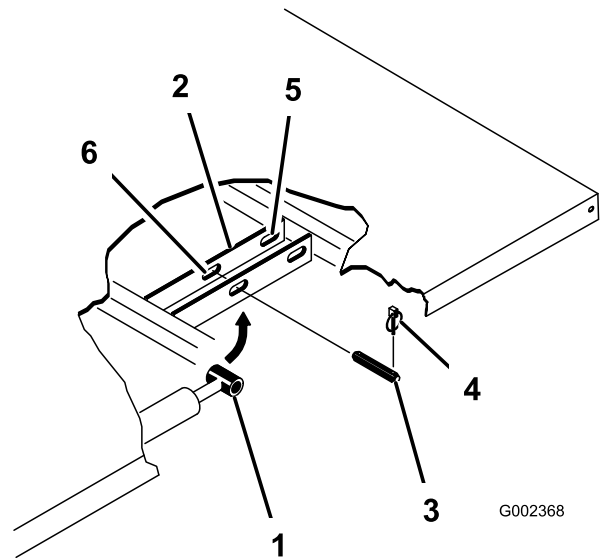

Figura 23
4. Retire los pasadores que fijan las rótulas de las varillas de los cilindros a las chapas de montaje de la plataforma empujando los pasadores hacia dentro (Figura 23).
5. Retire los pasadores de seguridad y los pasadores que fijan las placas de giro a los perfiles del bastidor (Figura 23).
3. Retire los pasadores de seguridad de los extremos exteriores de los pasadores de los vástagos de los cilindros (Figura 23).